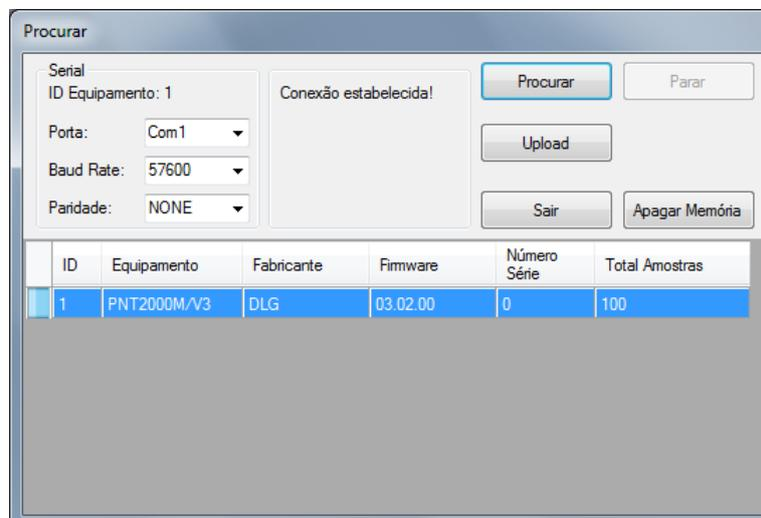

Figura 16 – Dispositivo encontrado
2. Após definir os parâmetros de porta serial o usuário deve clicar na opção “Procurar”. Caso estabeleça a comunicação com o PNT-2000 as informações referentes ao equipamento serão mostrados conforme a Figura 16 abaixo: